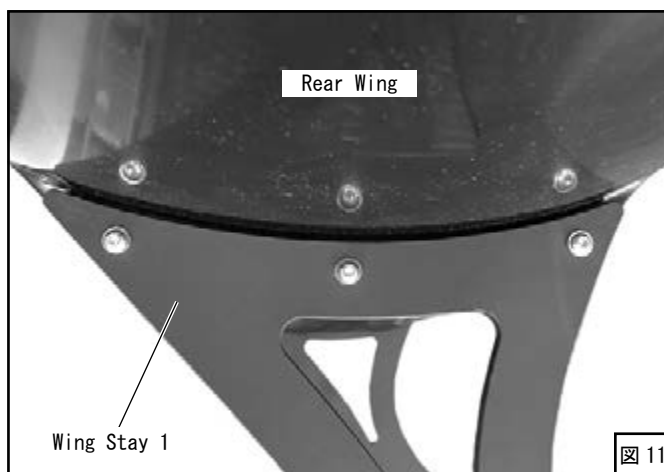

図 11
(20) ボルト M6-20、ワッシャ M6 を使用して [Wing Stay 1] に [Rear Wing] を取付けてください。(図 11)